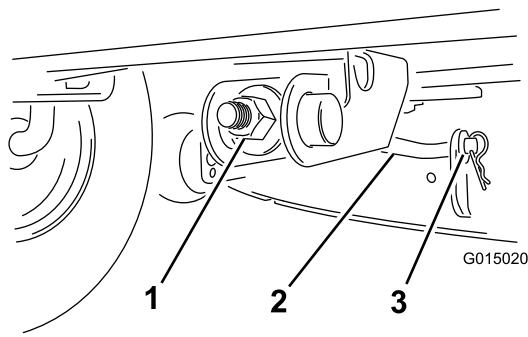

Figure 34
6. Retirez la goupille fendue et la rondelle de la tige de support avant (Figure 34) et abaissez le plateau de coupe sur le sol avec précaution.
- 8. Fixez la tige de support avant au plateau de coupe à l'aide de la rondelle et de la goupille fendue (Figure 34).